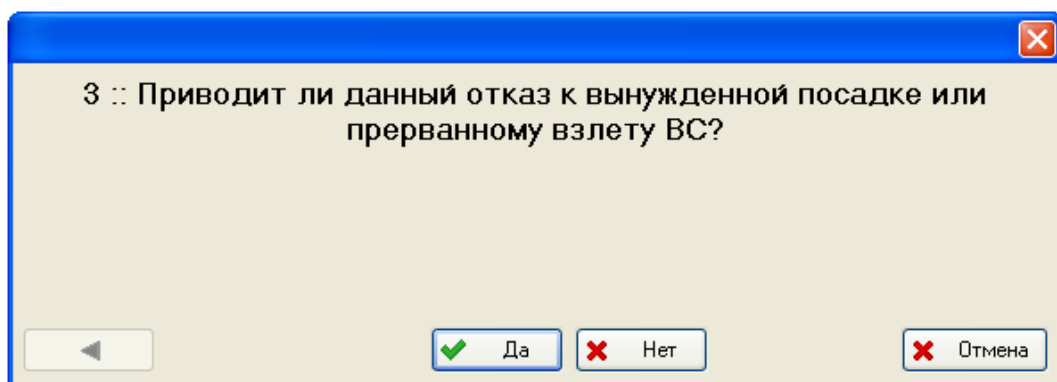

Рис. 7-60
При выборе значений «1 :: КС – катастрофическая ситуация», «2 :: АС – аварийная ситуация» или «3 :: СС – сложная ситуация» виду отказа автоматически присваивается значение КТПО «1 :: катастрофический» или «2 :: критический» в соответствии с указанной степенью опасности. При выборе значений «4 :: УУП – усложнение условий полета» или «5 :: БП – без последствий» открывается следующее окно диалога, внешний вид которого представлен на рис. 7-60.
- В остальных случаях диалоговое окно, приведенное на рис. 7-60, появится сразу.